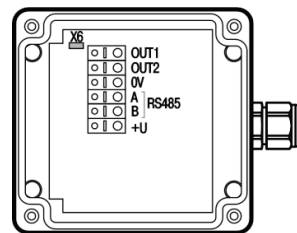

Рисунок 6.1
- 2) установить перемычку X6 (см. рисунок 6.1);